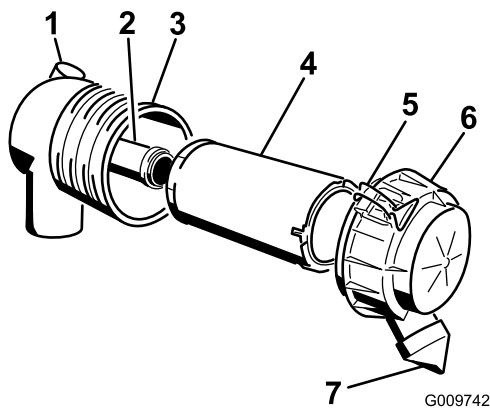

Рисунок 30
Внимание: Обслуживание фильтра воздухоочистителя следует производить только тогда, когда индикатор необходимости обслуживания станет красным (Рисунок 30). Замена воздушного фильтра без необходимости ведет лишь к повышению вероятности попадания грязи в двигатель при извлечении фильтра.
4. Освободите защелки воздухоочистителя и отделите крышку от корпуса воздухоочистителя (Рисунок 30).
1. Осторожно извлеките фильтр грубой очистки из корпуса воздухоочистителя (Рисунок 30). Старайтесь не ударить фильтр о боковую поверхность корпуса.
4. При замене контрольного фильтра будьте осторожны, вставляя новый фильтр в корпус фильтра (Рисунок 30).
5. Осторожно вставьте фильтр грубой очистки поверх контрольного фильтра (Рисунок 30). Убедитесь в том, что он полностью встал на место, надавливая на внешний обод фильтра во время его установки.
6. Установите крышку воздухоочистителя таким образом, чтобы сторона, обозначенная как UR, была обращена вверх; закрепите защелки (Рисунок 30).